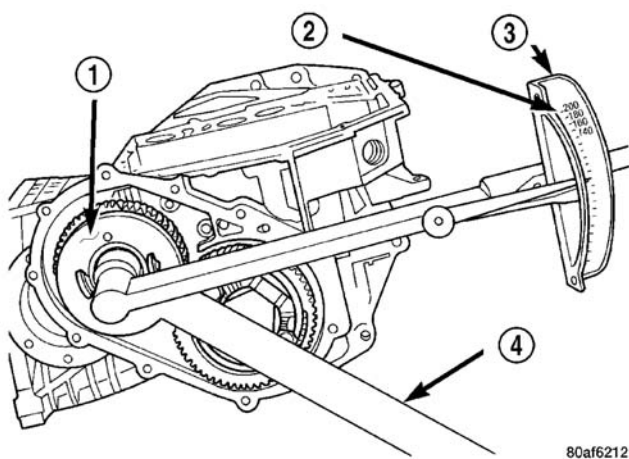

图 122 紧固动力传输轴齿轮螺母至 $271\text{N} \cdot \text{m}$ (200ft. lbs.)
(33) 安装新的固定螺母和垫圈。
(34) 用工具 6259，将动力传输轴齿轮固定螺母拧紧至 $271\text{N} \cdot \text{m}$ (200ft. lbs.) 的扭矩 (图 122)。